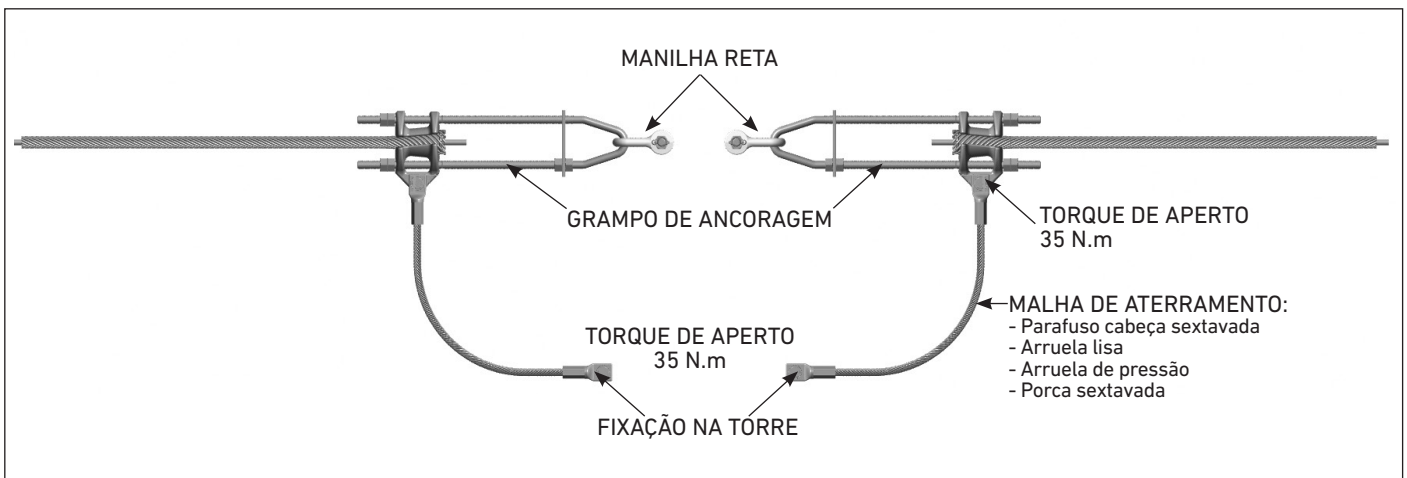

FIGURA 12
4.01 Para aplicação de todos componentes do Conjunto de Ancoragem, proceda conforme a figura 12.